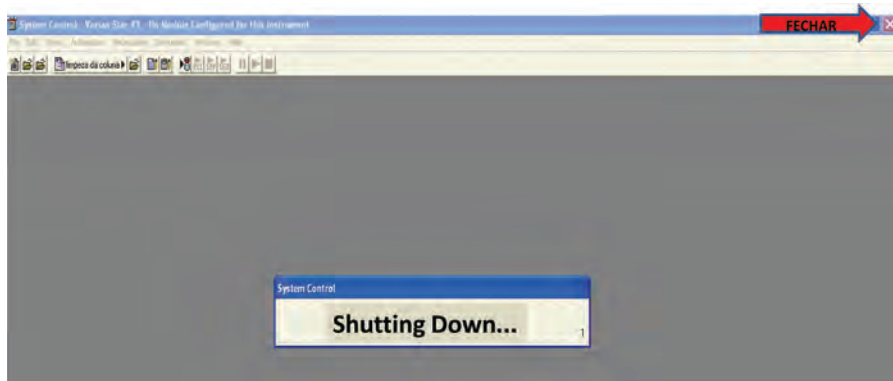

Figura 27. Finalização do software de automação *Star Chromatography Workstation*.
- Fechar (❌) o software de automação **Star Chromatography Workstation**. Aparecerá a mensagem **Shutting Down** (Figura 27).